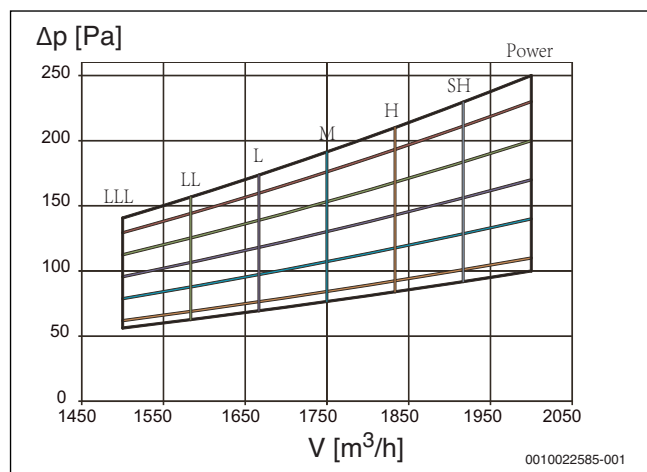

Рис. 21 AF-DF 125
3. Прежде чем устанавливать воздуховод, убедитесь, что статическое давление во внутреннем блоке находится в допустимом диапазоне. На рис. 21 – 25 приведены характеристические кривые статического давления для внутренних блоков.